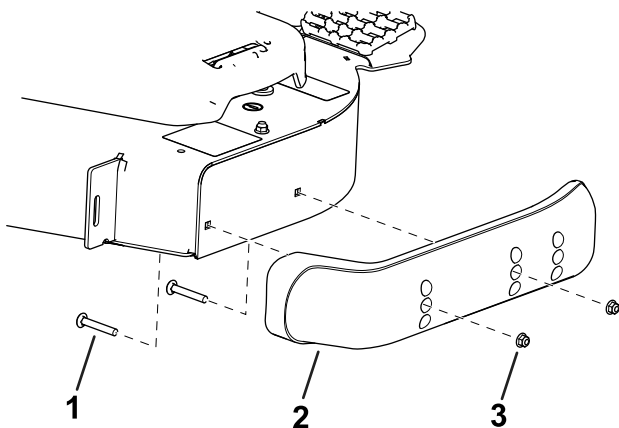

図 13
3. スキッドを希望位置に合わせて、フランジヘッドボルトとナットでカッティングユニットに固定する 図 13。